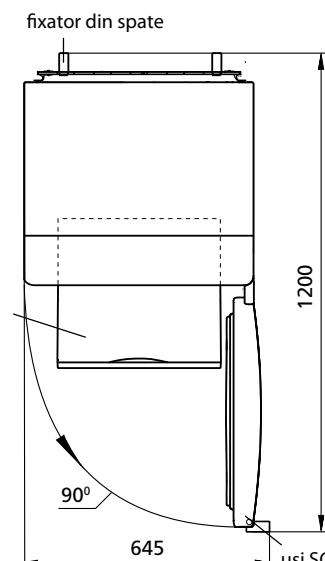

Figura 2 – Frigidier (vedere de sus)
**1.4** Spatiul total, necesar pentru exploatarea frigidierului este determinat de dimensiunile indicate în figura 2 în milimetri. Pentru extragerea liberă a componentelor din frigidier trebuie să deschide ușile camerei la un unghi de cel puțin 90°.